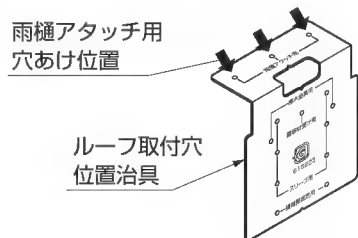

図11-31
- ①ルーフ取付穴位置治具を樋にあて、ケガキ、ドリルで水抜き穴φ36と雨樋アタッチメント取付穴φ3.2をあけてください。(図11-31、11-32参照)